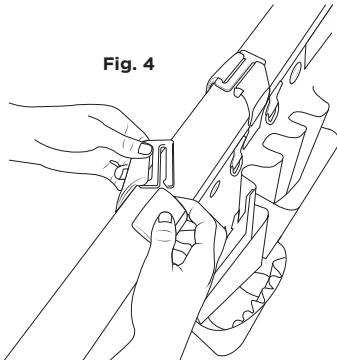

Fig. 4
1. Unhook the three hooks attached to the apron. [fig. 4]
1. Desenganche las tres presillas fijadas al cinturón delantal. [fig. 4]